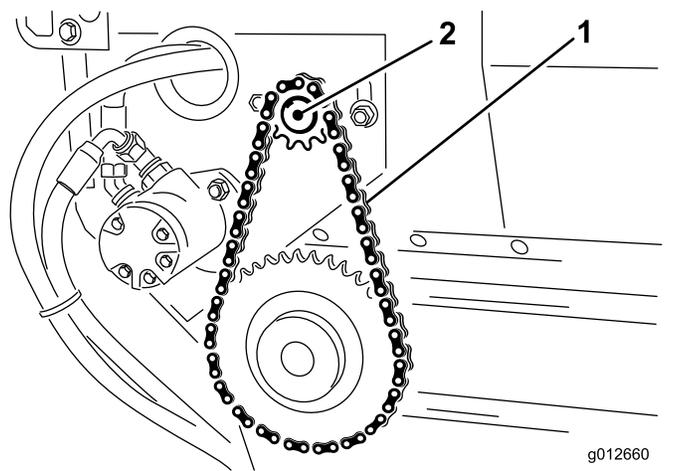

図 19
3. モータスプロケットアセンブリをメインフレームに固定しているボルト・ナットをゆるめる **図 19**。
4. モータスプロケットアセンブリを回して **図 19**コンベアベルトのチェーンのたわみが 3.2 mm になるように調整する。
5. 取り付けボルトを締め付ける **図 19**。